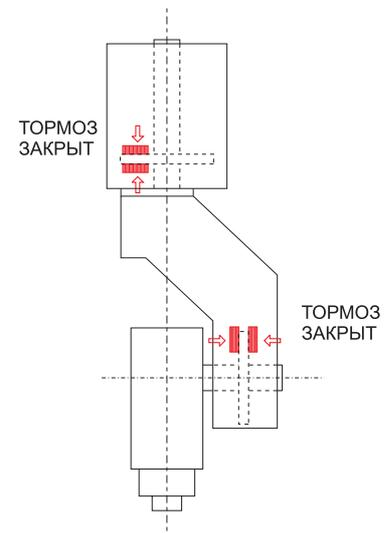

РИС. 2
- Для активации тормоза осей В и С (рис. 2) ввести в программу детали соответствующие коды, приведённые в Главе 5, Сигнализация, Вспомогательные функции М: